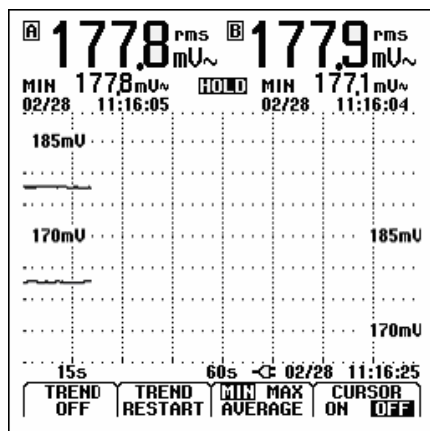

图 5-1. 趋势图读数
③ **F4** 开始 TrendPlot（趋势图）。您将看到如图 5-1 所示的屏幕。